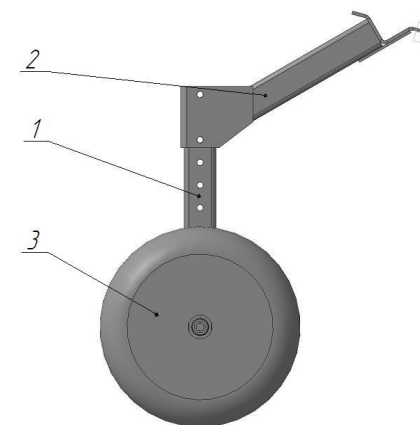

Рис. 5 Колесо опорное.
4.4. Опорное колесо (рис.5) предназначено для регулировки глубины обработки почвы. Опорное колесо состоит из кронштейна колеса 1, кронштейна крепления к раме 2 и колеса 3 (5х10).
- путем смещения отверстий кронштейна колеса (рис.5) относительно отверстий кронштейна крепления к раме приподнять опорные колеса и подложить под них брусок толщиной 15-20 см;